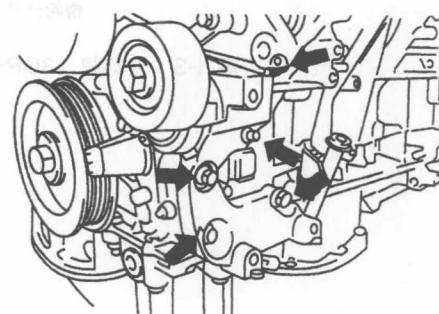
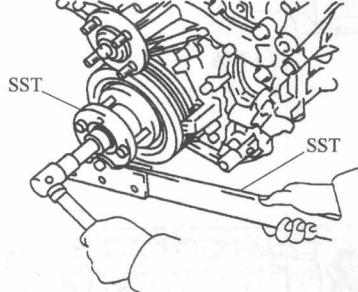

图 1-6 拆下螺栓和多槽带张紧器
图 1-7 松开曲轴传动带轮螺栓
- (5) 拆下左排气歧管。
- (6) 拆下起动机总成。
- (7) 拆下自动变速器总成。
- (8) 拆下前悬架横梁。
- (9) 拆下驱动盘和齿圈。
- (10) 将发动机固定到发动机台架上。
- (11) 拆下风扇和发电机 V 形传动带。
- (12) 拆下发电机总成。
- (13) 分离空调压缩机总成。
- (14) 拆下 2 号惰轮。
- (15) 拆下 5 个螺栓和多槽带张紧器，如图 1-6 所示。
- (16) 拆下水泵传动带轮。
- (17) 拆下进水口。
- (18) 拆下曲轴传动带轮。
① 用专用工具 SST 固定住曲轴传动带轮，松开曲轴传动带轮螺栓，如图 1-7 所示。